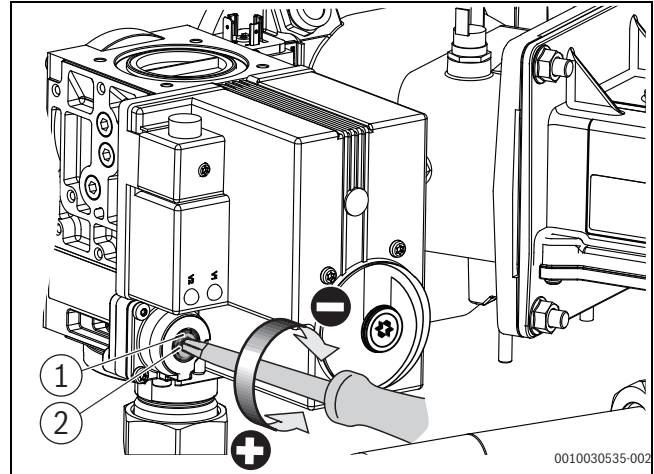

Bild 13 O₂-Gehalt bei Teillast einstellen (Kesselgröße 150 kW [bis V03] – 300 kW)
- ▶ Verschlusschraube an der Gasarmatur herausdrehen (→Bild 13).
- ▶ O₂-Wert an der Teillast-Einstellschraube auf $5,7 \pm 0,4$ % einstellen (→Bild 13).